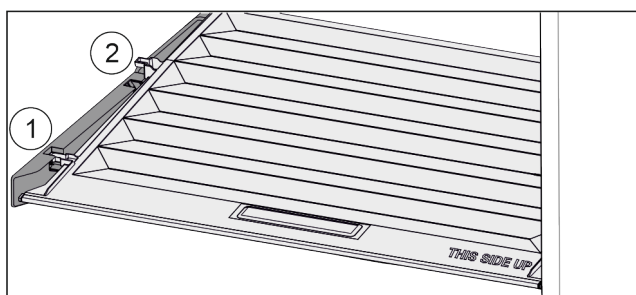

Fig. 21
- ▶ Потянуть крышку до отверстия в поддерживающих деталях вперед Fig. 21 (1).
- ▶ Поднять сзади снизу и извлечь Fig. 21 (2) движением вверх.